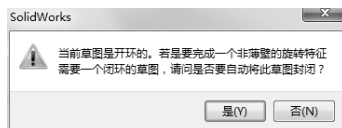

图 3-8 询问对话框
- (3) 单击【特征】工具栏上的【旋转凸台/基体】按钮 ，弹出【询问】对话框，如图 3-8 所示，单击是按钮，打开【旋转】对话框。